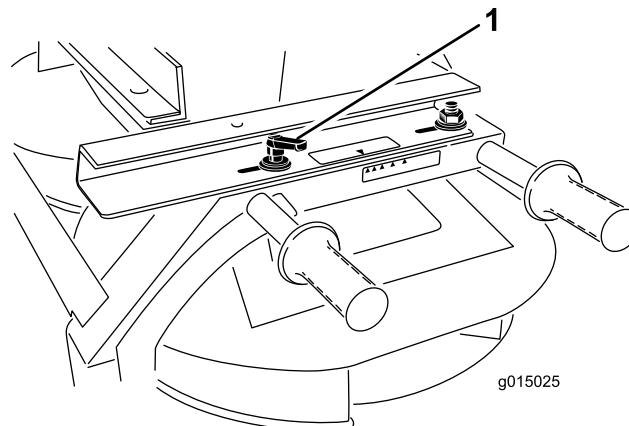

Рисунок 5
- Ослабьте рукоятку с каждой стороны двухдискового центробежного разбрасывателя (Рисунок 5).